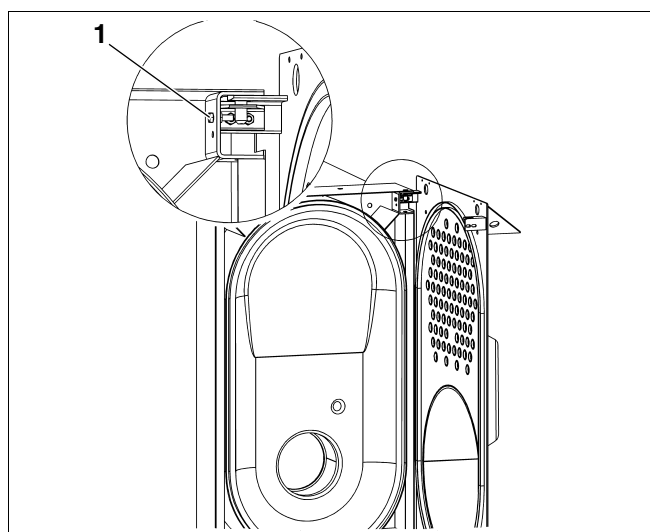

Fig. 6 Siguranță
- Demontați (Fig. 6, **Poz. 1**) șurubul de siguranță de la balamaua dreaptă a ușii.
- După deschiderea ușii, montați șurubul de siguranță pe gaura superioară a balamalei stânga de la ușă. (Fig. 6).